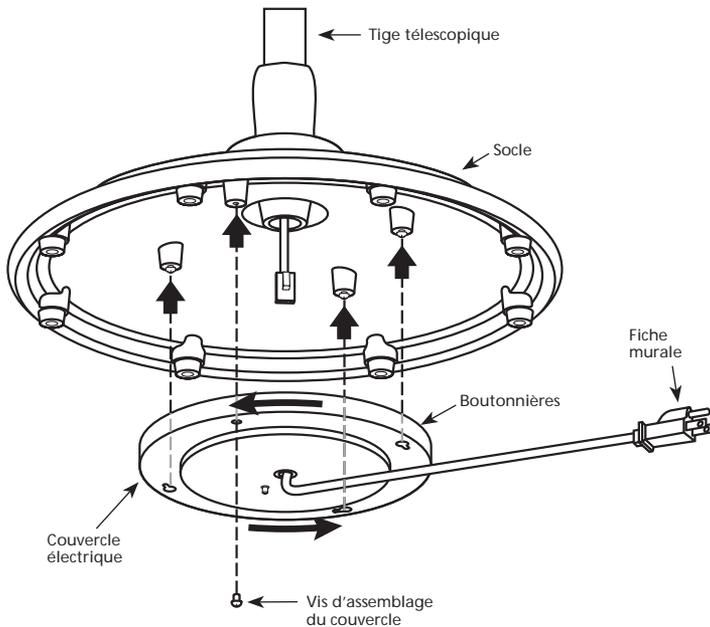

FIGURE 2
- Retirer de la base du socle une des quatre vis d'assemblage du couvercle et desserrer les trois autres. Voir Figure 2.
- Placer le couvercle électrique contre la base du socle en fonte et aligner les encoches en trou de serrure du couvercle électrique avec les trois vis d'assemblage du couvercle desserrées. Faites tourner le couvercle électrique dans le sens antihoraire. Voir Figure 2.